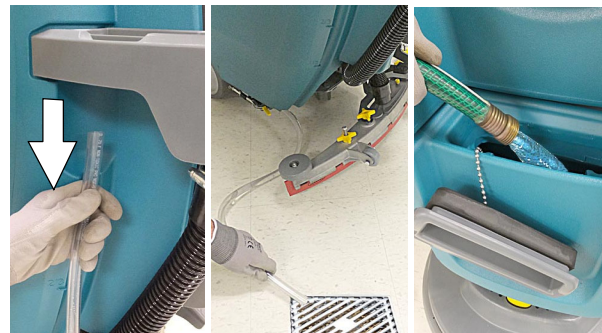

ABB. 90
4. Entleeren und reinigen Sie den Frischwassertank (Abbildung 90).